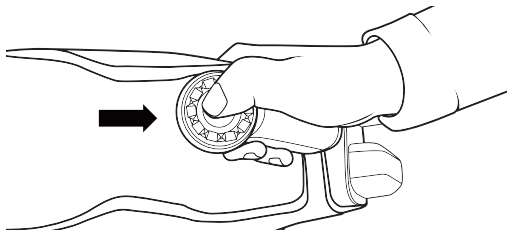

Fig. 7
- b. Pulse el botón de velocidad máxima y manténgalo pulsado para aumentar la velocidad del aire de forma instantánea al máximo según sea necesario. Suelte el botón cuando haya terminado. (Fig. 7)